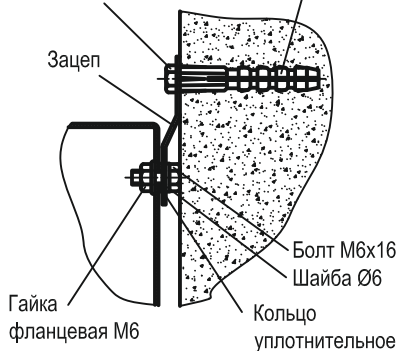

Рисунок 3 – Крепление металлокорпуса к стене
6.2 Закрепить оболочку на месте эксплуатации через отверстия в задней стенке (рисунок 3а) или через специальные зацепы (рисунок 3б). Установить защитный проводник, соединяющий узлы заземления на оболочке и двери, используя для этого крепёжные детали из состава комплекта. Наклеить знаки «Заземление» внутри корпуса рядом с узлами заземления. Завести в оболочку вводные и отходящие проводники, аккуратно прорезав для этого необходимые отверстия в кабель-вводах.